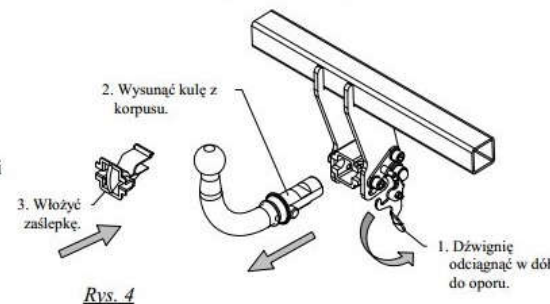

Rys. 3
3. Puścić dźwignię. Powróci ona do swojego pierwotnego położenia, co oznacza prawidłowo zaczepioną kulę w korpusie (patrz rysunek 3)